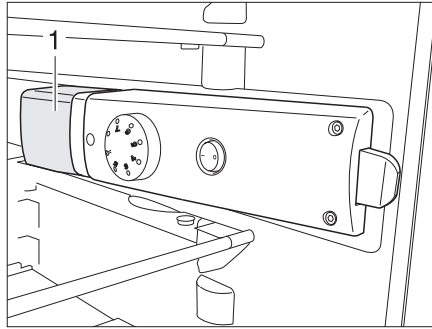

Fig. 366 Lampe du réfrigérateur
- De l'arrière, saisir en dessous du cache de luminaire (Fig. 366,1) et soulever le cache de luminaire d'env. 3 mm.